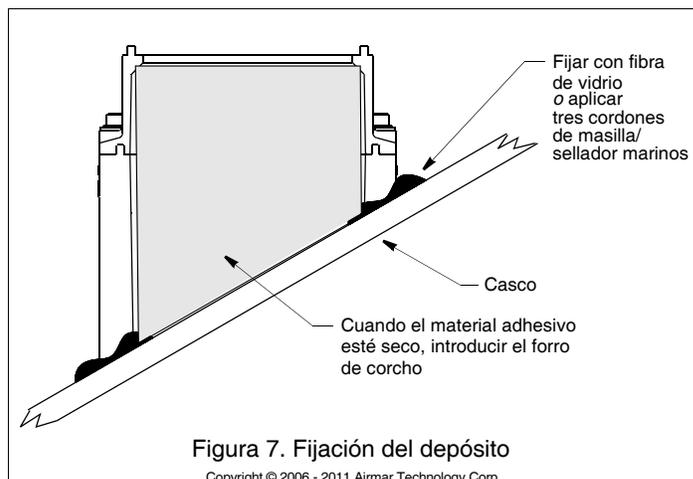

Figura 7. Fijación del depósito
3. Utilice un adhesivo aprobado (ver Herramientas y materiales en la página 1). Fije el depósito al casco con resina/fibra de vidrio mediante la técnica estándar de trabajo con fibra de vidrio. Alternativamente, aplique un cordón generoso de masilla o sellador marinos al borde inferior del depósito siguiendo las instrucciones del fabricante (Figura 7). Presione con fuerza el depósito en su posición. Aplique un segundo cordón alrededor del interior del depósito. Aplique un tercer cordón alrededor del exterior del depósito.
1. Cuando el material adhesivo se haya secado, introduzca el forro de corcho en el depósito (Figura 7). Junte los bordes a tope a lo largo del centro del lado más alto. Puede quedar un hueco, pero ello no afectará al funcionamiento.